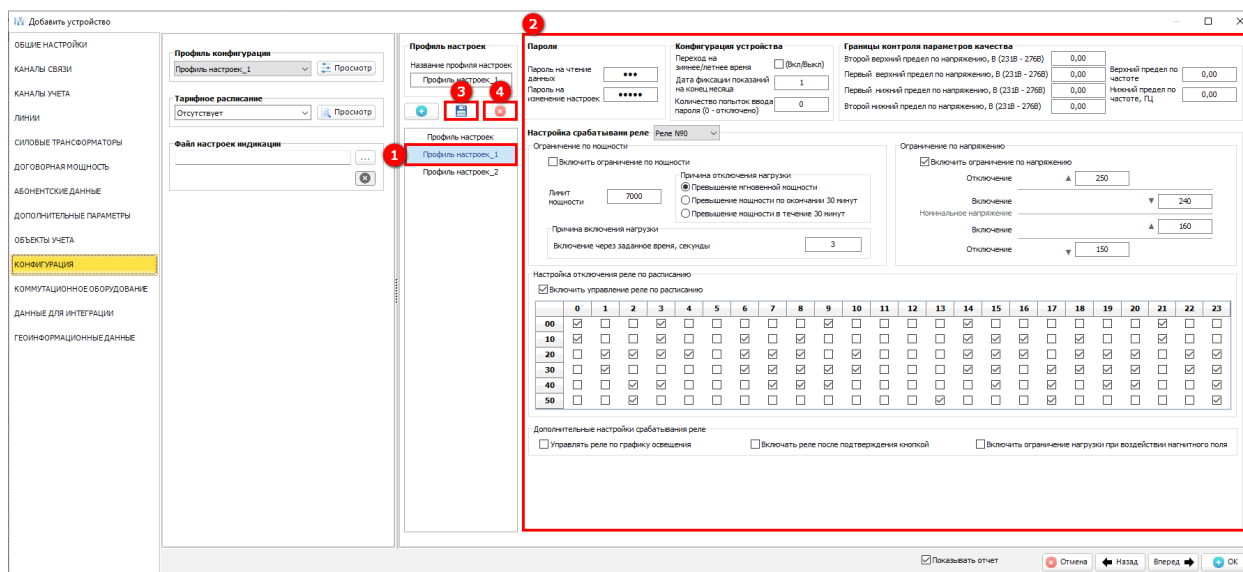

Рисунок 322 – Параметры устройства – Конфигурация – Внесение изменений или удаление конфигурации
При необходимости внесения изменений в существующий профиль настроек или тарифное расписание необходимо выбрать его (1) (см. рисунок 322), внести необходимые изменения (2), и нажать кнопку сохранения (3). При необходимости удаления профиля настроек или тарифного расписания – также выбрать его, и нажать кнопку удаления (4).